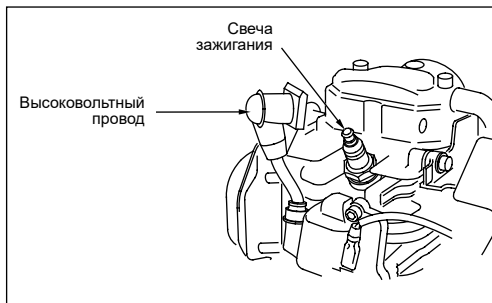

Рис. 19
3. Отсоедините высоковольтный провод свечи зажигания (рис. 19).